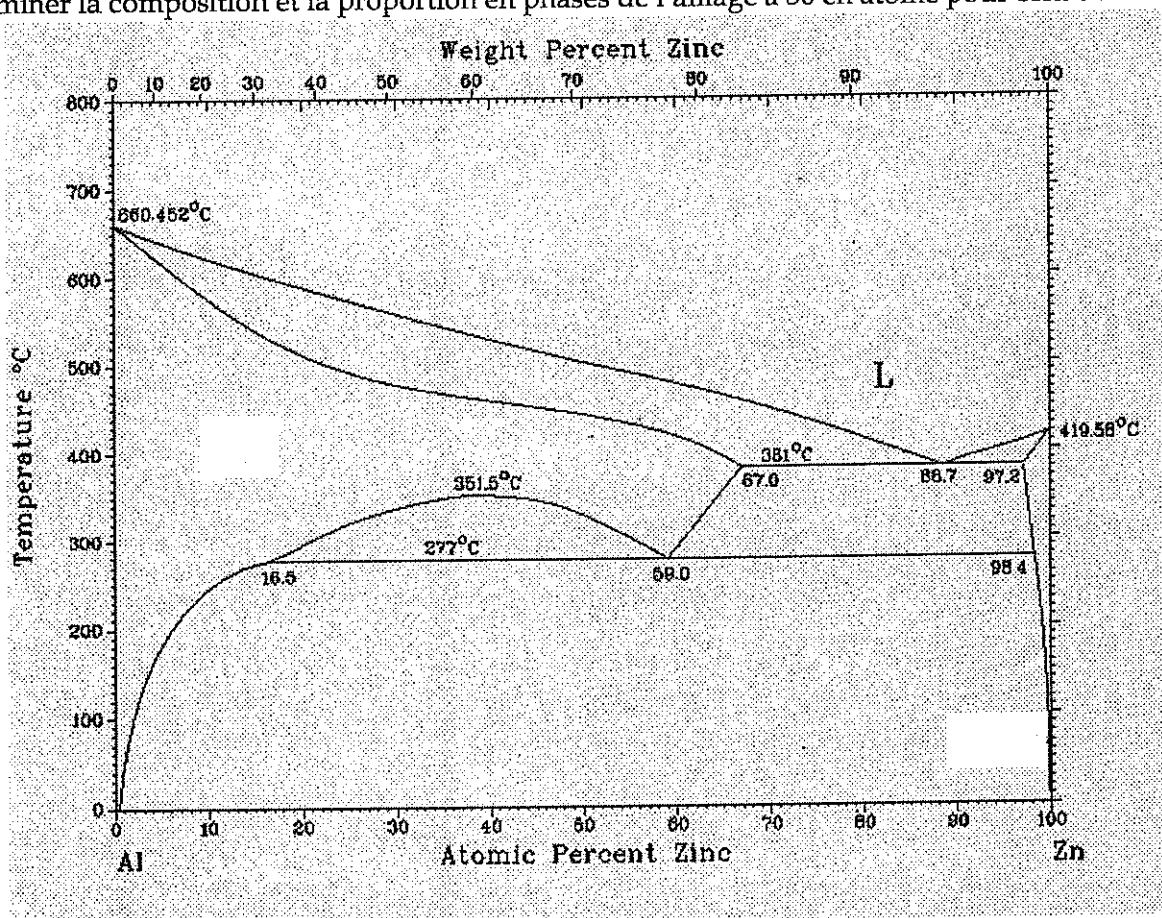

Figure 3 : Diagramme binaire Zn - Al
1. Indiquer sur le diagramme binaire Zn - Al de la **Figure 3** la nature des phases dans chaque domaine, ainsi que le liquidus et le solidus. Quels sont tous les solutions solides que l'on peut former entre Zn et Al ?